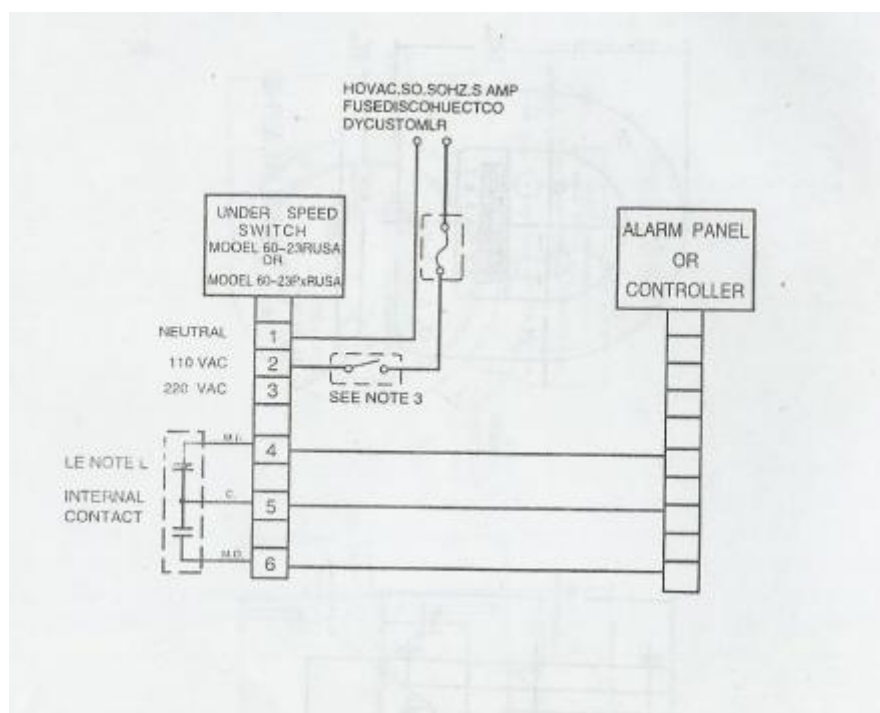

图 3-2 典型的现场接线
3.请参考图 3-2 的接线。
6.1.连接现场配线（如图 3-2）